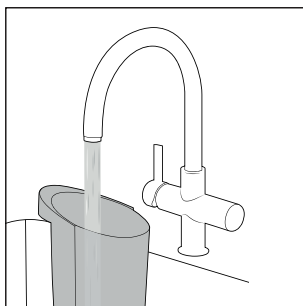

Rys. 21
- ♦ Wyciągnij pokrywę zbiornika na brudną wodę ❸ do góry ze zbiornika na brudną wodę ❷ (patrz rys. 21).